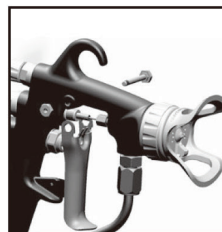

図 13
- 1 トリガーと塗料チューブアッセンブリーを取り外します。(図13、14参照)
- 11 塗料チューブおよびトリガーを交換します。(図13,14参照)